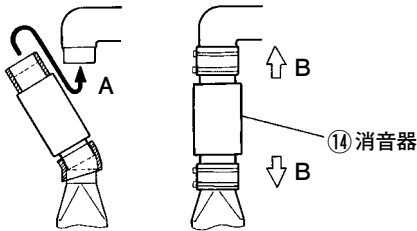

図 6
(5) フィルタバッグ⑰，ダストバッグ⑱を図6の矢印Cの方向に押し、口元のスプリング部を変形させて、ドラム①の内側の溝部にはめ込んで組み立て完了です。